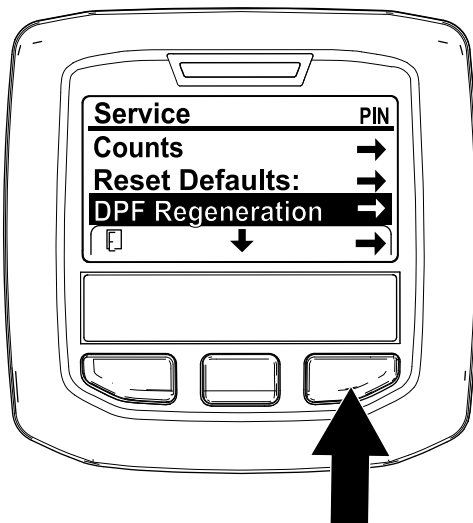

Figure 58
1. Ouvrez le menu Entretien, puis appuyez sur le bouton central pour naviguer jusqu'à l'option RÉGÉNÉRATION DU FAP (Figure 58).
2. Appuyez sur le bouton droit pour sélectionner l'option Régénération du FAP (Figure 58).